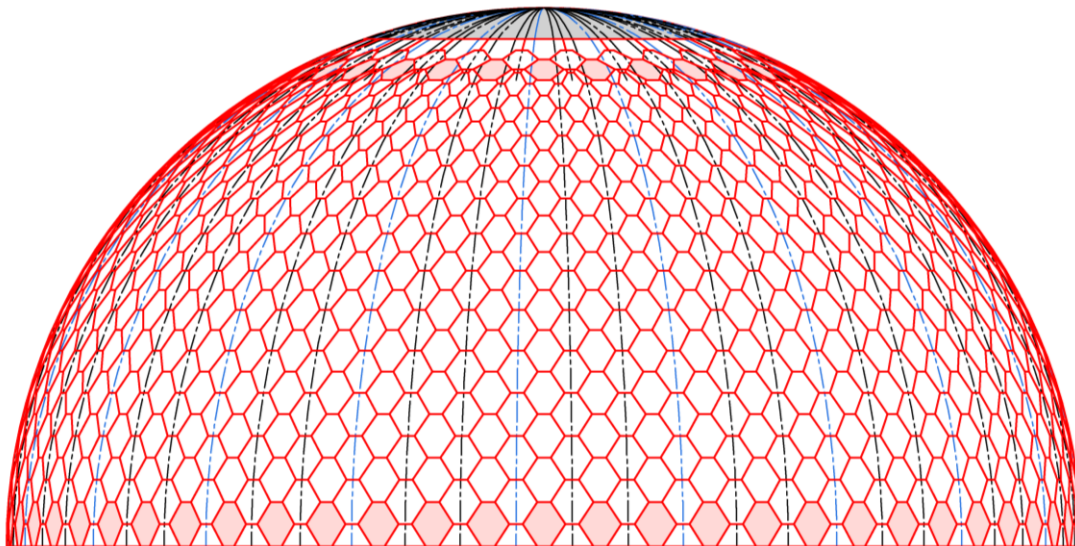

Рис. 14
- как только ширина лепестков уменьшится вдвое по отношению к целому, продолжать монтаж как с первого ряда (начиная с целых лепестков) (**Рис. 14**).